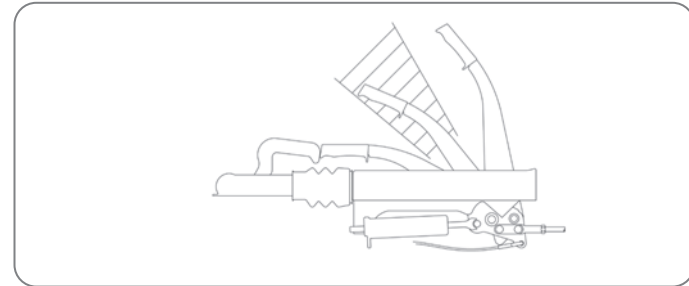

Abbildung 1.02
4. Ziehen Sie die Feststellbremse des Shelters an (Abbildung 1.02). Dazu muss der Hebel der Handbremse kraftvoll über den Totpunkt hinaus gezogen werden (siehe markierter Bereich).